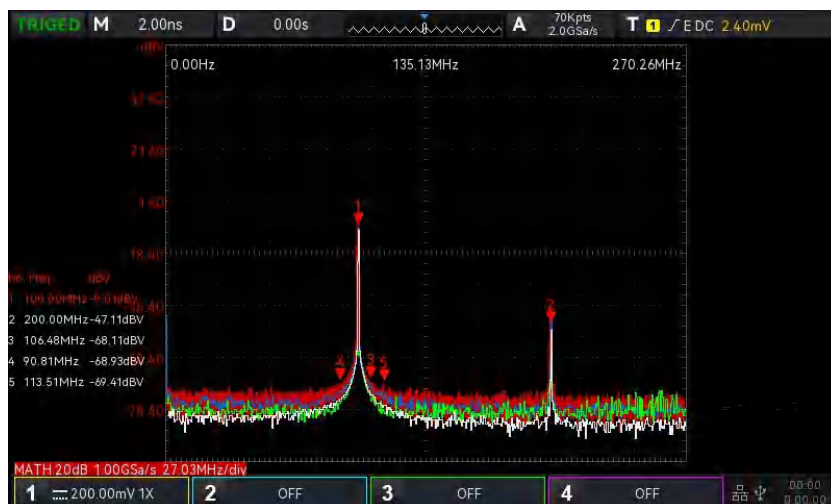

图 17-2
- 独立：只显示 FFT 波形并显示对应坐标，且 FFT 波形以 10 格显示，如下图 17-2 所示。